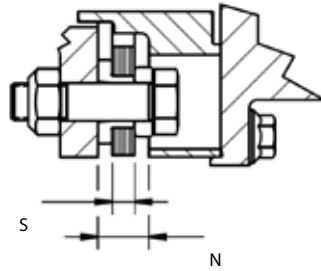

Figura 11 - Valores de confirmación de alineación.
- Si el valor del promedio N está fuera de estas especificaciones, use un método de medición más preciso para verificar una separación aceptable, al medir primero el grosor del cargador "S" como se muestra en la Figura 11. Los discos deben estar comprimidos firmemente durante la medición. Calcule "G" al restar el valor "S" del promedio N.